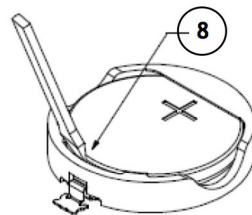

Fig. 6
De LCD-display zal een lege batterij tonen als het tijd wordt om de batterij te vervangen. Draai de batterijcompartimentsknop (6) van Fig. 5 tegen de klok in. Een muntje kan nodig zijn om de knop in beweging te krijgen. Haal voorzichtig de batterij uit de meter zoals gedemonstreerd in (8) van Fig 6. Wees voorzichtig om de batterijhouder niet te te beschadigen. Vervang de batterij met een nieuwe CR2032 lithium knoopcel. Draai daarna de batterijcompartimentsknop voldoende stevig aan, zodat de rubberen sluitring goed aansluit.